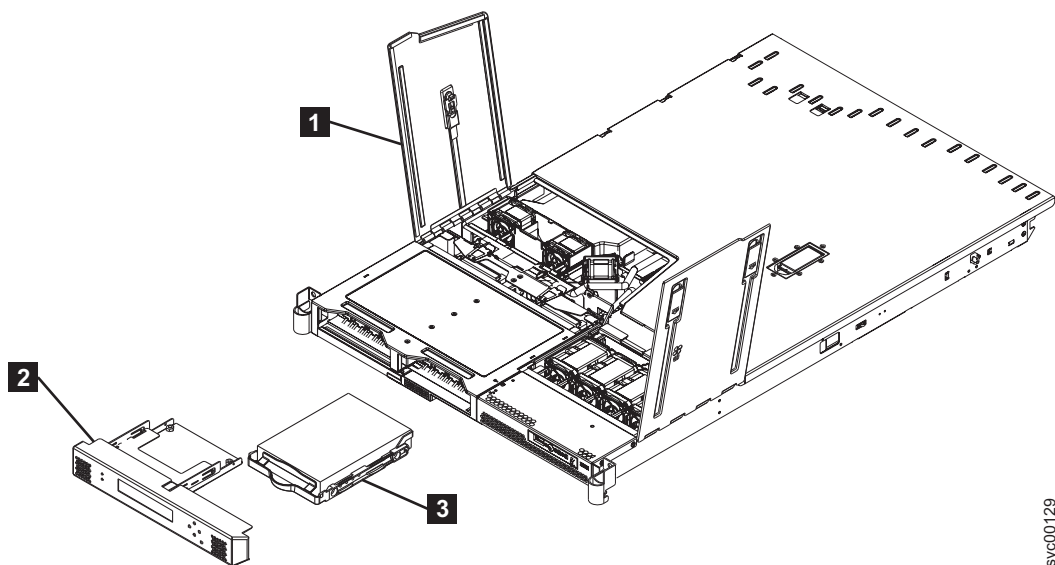

図 106. SATA ディスク・ドライブの取り外し
5. ファン・ドア A (134 ページの図 106 の **1**) を開きます。